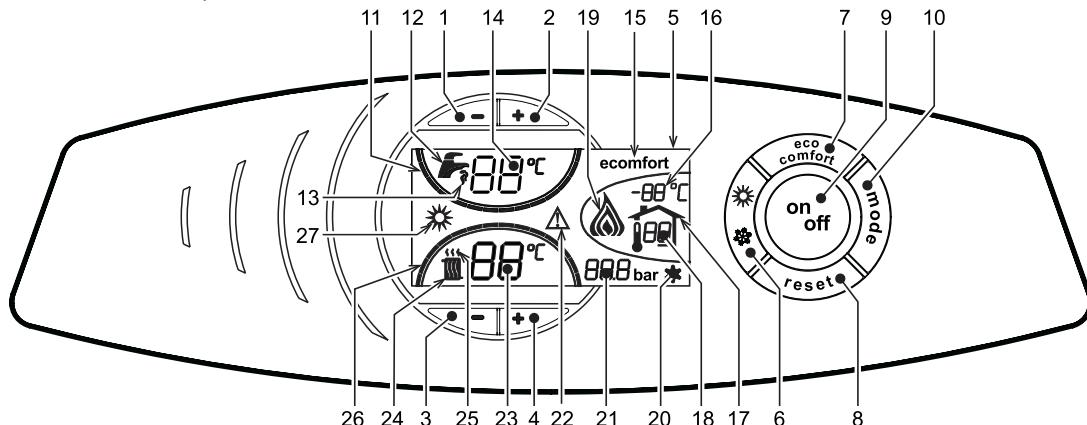

рис. 1 - Панель управления
О поступлении команды на включение отопления (от комнатного термостата или от пульта ДУ) предупреждает мигание индикатора теплого воздуха, над радиатором (поз. 25 - рис. 1).
Индексные метки с подсветкой системы отопления (поз. 26 - рис. 1) зажигаются по мере приближения измеряемой датчиком температуры к заданному значению.
О поступлении команды включения котла на нагрев бойлера, генерируемой при остывании воды в бойлере, предупреждает мигание соответствующего индикатора (поз. 13 - рис. 1). Убедитесь, что функция Comfort включена (поз.15 - рис. 1)
Индексные метки с подсветкой системы ГВС (поз. 11 - рис. 1) зажигаются по мере приближения измеряемой датчиком температуры к заданному значению.
При включенном системе нагрева воды в бойлере ( заводская установка) на дисплее отображается символ режима COMFORT (поз. 15 - рис. 1); наоборот, если система нагрева выключена, на дисплее высвечивается символ режима ECO (поз. 15 - рис. 1)
Бойлер может быть выключен пользователем (режим ECO) путем нажатия кнопки (поз. 7 - рис. 1).
Для включения режима COMFORT снова нажмите клавишу (поз. 7 - рис. 1).
Нажмите клавишу (поз. 9 - рис. 1) в течение 1 секунды.
Для повторного включения котла вновь нажмите клавишу (поз. 9 рис. 1) в течение 1 секунды.
- Нажмите кнопку ВКЛ/ВЫКЛ (поз.9 - рис. 1)
Нажмите клавишу (поз. 6 - рис. 1) в течение 1 секунды.
На дисплее высвечивается символ «Лето» (поз. 27 - рис. 1). При этом котел будет работать только на контур ГВС. Система защиты от замерзания остается активной.
Для переключения в режим «Зима» вновь нажмите клавишу (дет. 6 - рис. 1) в течение 1 секунды.
Температура в системе отопления регулируется в пределах от 30 °C до 90 °C с помощью клавиш (поз. 3 и 4 рис. 1); однако, не рекомендуется эксплуатировать котел при температуре ниже 45 °C.
Температура воды в бойлере ГВС регулируется в пределах от 10°C до 65°C с помощью клавиш (поз. 1 и 2 - рис. 1).
При наличии датчика уличной температуры (опция) на дисплее панели управления (поз. 5 - рис. 1) отображается измеряемая этим датчиком температура. При этом система управления котлом работает в погодозависимом режиме. В этом режиме температура воды, подаваемой в систему отопления, регулируется в зависимости от уличной температуры с тем, чтобы обеспечить максимальный комфорт и экономию энергетических ресурсов в течение всего отопительного сезона. Так, при повышении уличной температуры понижается температура подачи воды в систему отопления, что производится по установленной «кривой компенсации».